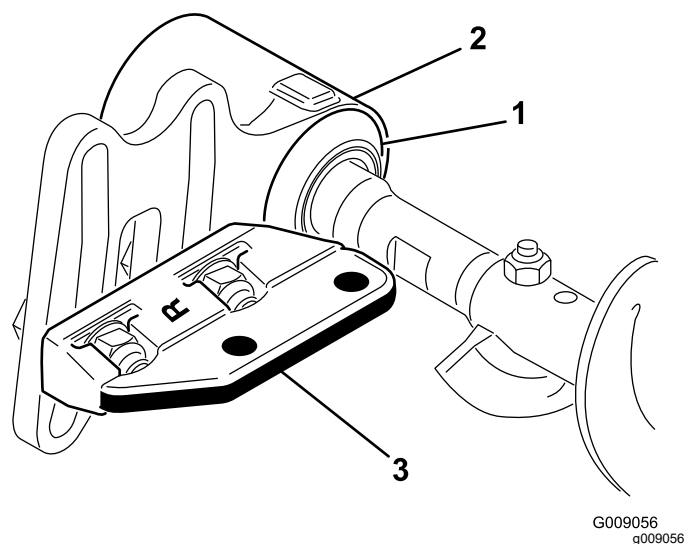

**Figura 24**
10. Coloque os suportes de montagem da estrutura da escova do rolo nos parafusos de suporte do rolo (Figura 24). Prenda os suportes de montagem na estrutura da escova às placas laterais da unidade de corte com as porcas previamente removidas.